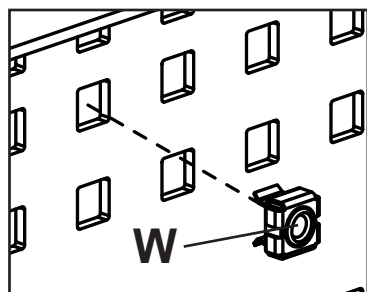

fig 5.1
- 5-1 Alignez le support mural (G) sur les plaques d'interconnexion (A) pour déterminer l'emplacement des écrous prisonniers (W) servant à fixer le support mural (G) aux plaques d'interconnexion. Installez les écrous prisonniers à l'arrière des plaques d'interconnexion (A) comme illustré à la figure 5.1.